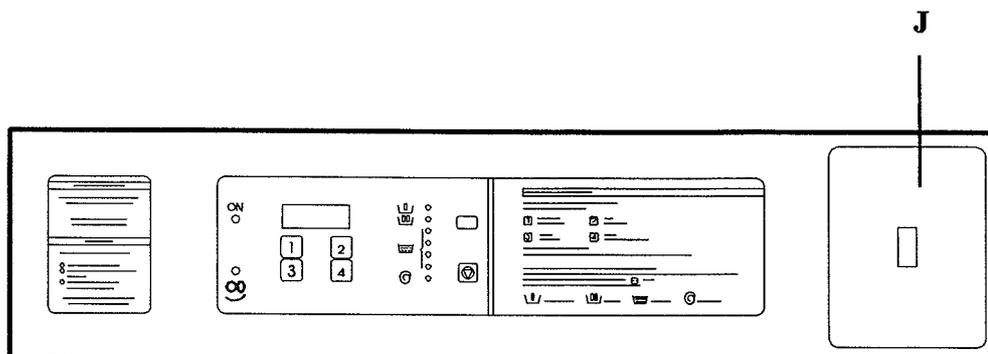

fig. 11
- Introduire la clé, avec l'ergot (A) vers le haut, à travers l'orifice (B) de la face du tiroir et, une fois placé à l'intérieur, la déplacer vers la partie supérieure jusqu'à ce qu'elle soit introduite dans la serrure (C).
4.8.c. Special application with Start push-button (Refer to fig. 11/J).
4.8.c.- Ejecución especial con pulsador de Marcha (fig. 11/J)
4.8.c.- Fonction spéciale avec bouton-poussoir de Marche (fig. 11/J)